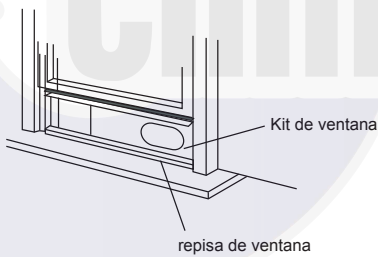

Fig.10
3. Corte el sello de espuma (tipo adhesivo) a la longitud adecuada y adjúntelo en la parte superior de la ventana. Tal como se muestra en la Fig. 10.